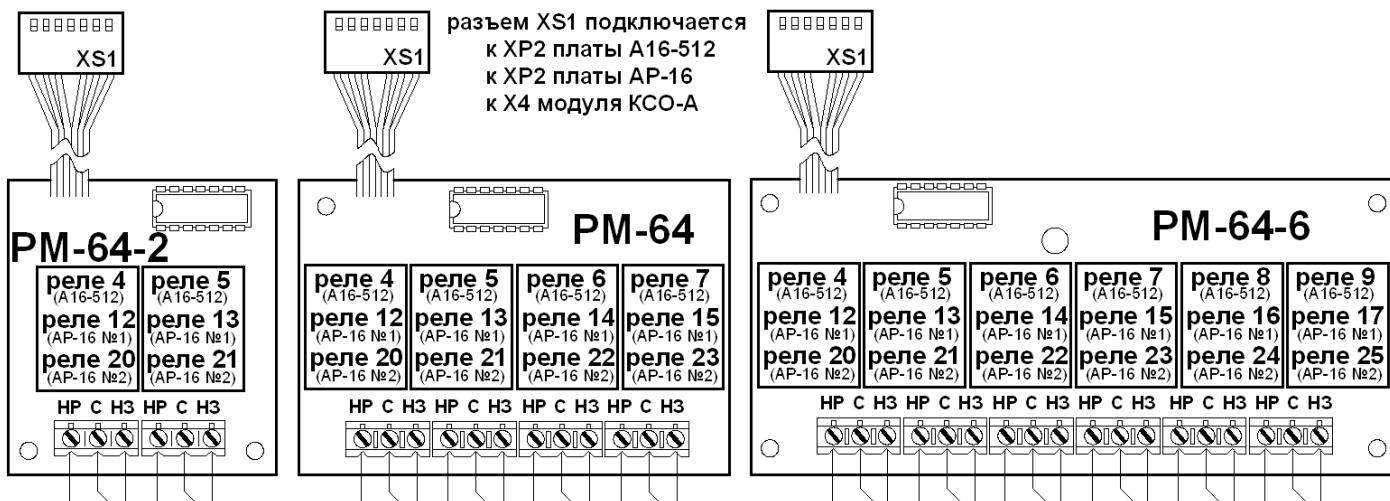

Рисунок 14 – Внешний вид модуля релейного РМ-64 (исполнение РМ-64-2, РМ-64 и РМ-64-6)
- при подключении устройств по линии связи RS-485 рекомендуется распределять общее их количество поровну на две линии связи RS-485 (X1 и X2), рисунок 14.